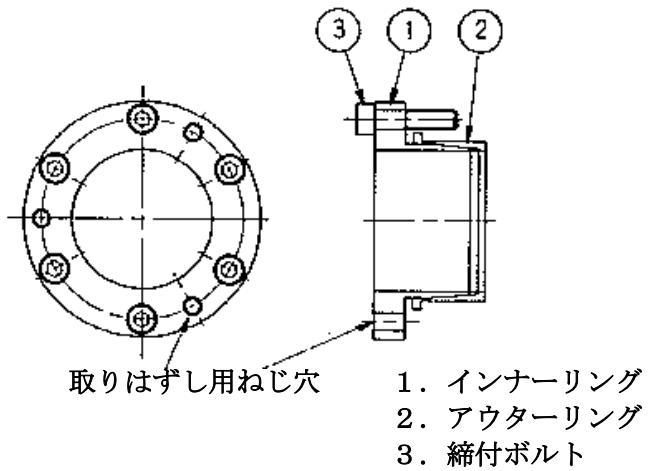
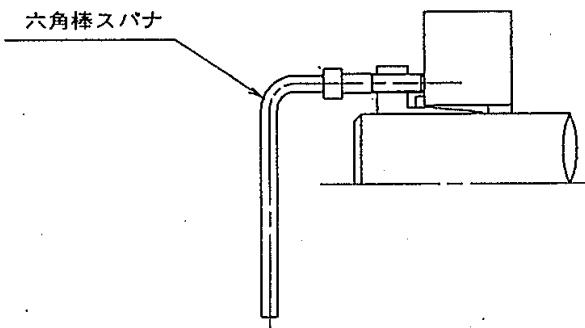

図1 部品名称
図4 取はずし
3. 次にパワーロックを仮組してください。仮組の際、インナーリングの取はずし用ねじ穴の位相に注意ください。（図1参照）
3. すべてのボルトをゆるめても締結状態のまま動かない場合は、取はずし用ねじ穴(図1)にボルトを入れ、締込んでいきますとロックがはずれます。(図4参照)